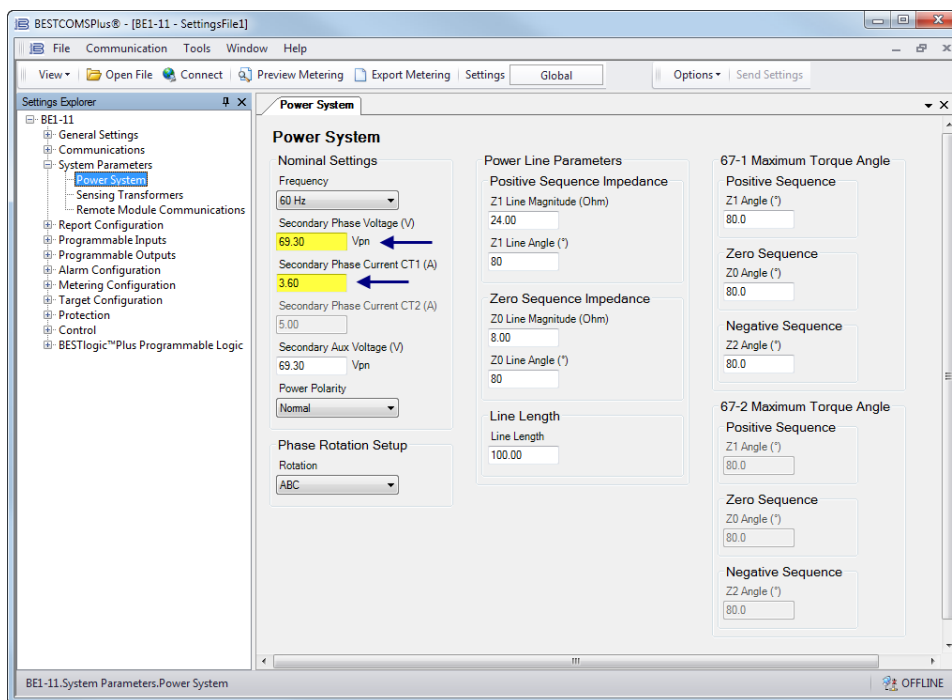

Figura 10. Pantalla del sistema de potencia
Paso 5: En el Explorador de ajustes, haga clic en “+” que se encuentra al lado de BE1-11. Esto expande los submenús en árbol. Ahora expanda Parámetros del sistema y seleccione la pantalla Sistema de potencia. Consulte la Figura 10.